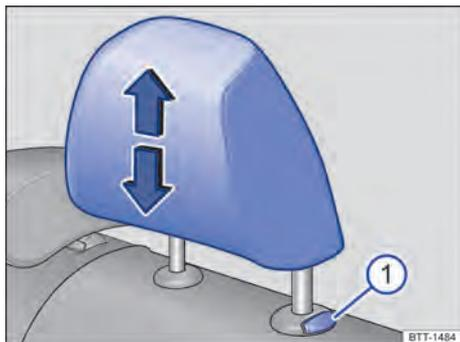
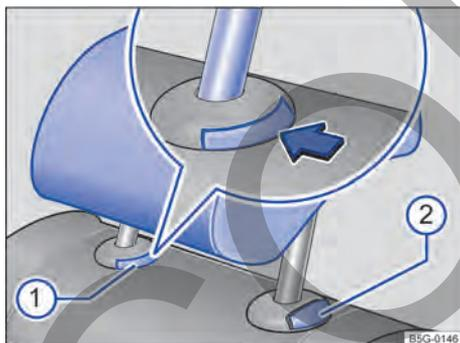

Fig. 68 Plazas traseras laterales: desmontar el apoyacabezas.
Fig. 69 Plaza trasera central: desmontar el apoyacabezas.
- Extraiga el apoyacabezas completamente a la vez que presiona la tecla → Fig. 68  o → Fig. 69 .
- Baje el apoyacabezas a la vez que presiona la tecla → Fig. 68  o → Fig. 69 .